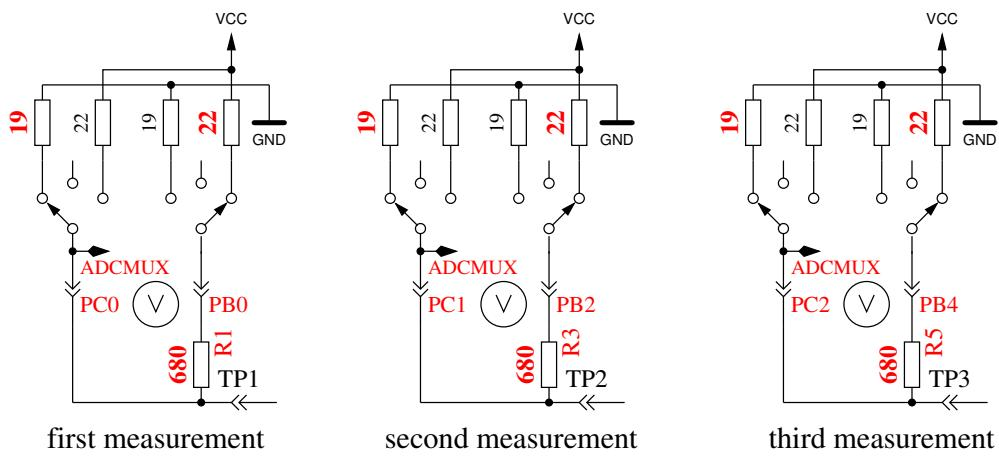

Рис. 5.62. Измерение внутреннего сопротивления порта С подключением выходных контактов к GND
8. Измерение внутреннего сопротивления порта подключением выходных контактов к GND. Этот и следующие тесты будут проведены, если выбрана опция AUTO_CAL. Внутреннее сопротивление порта C с выходами, подключенными к GND, измеряется по току через подключенные к VCC ($+5 \text{ V}$) резисторы 680Ω , смотри рисунок 5.62. Могут быть измерены только три вывода порта АЦП. Внутреннее сопротивление портов B (PB0, PB2 и PB4) не может быть измерено без изменения аппаратных средств. Будем считать, что внутреннее сопротивление порта для различных портов практически одинаково. Величина сопротивления будет определена в следующем тесте.